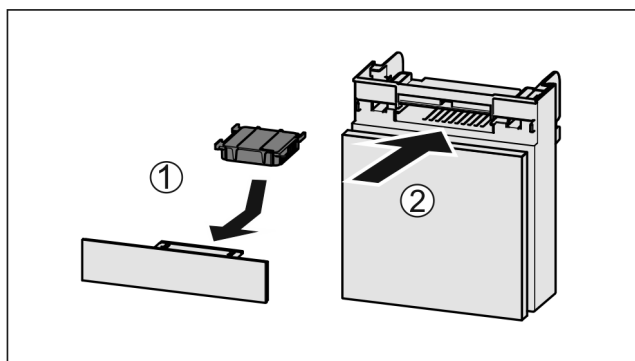

Fig. 62
- ▶ Wkładać Fig. 62 (1) filtr z węglem aktywnym zgodnie z ilustracją.
- ▷ Filtr z węglem aktywowanym zatrzaskuje się. Gdy filtr z węglem aktywowanym jest skierowany w dół: ▶ Wsunąć komorę Fig. 62 (2).